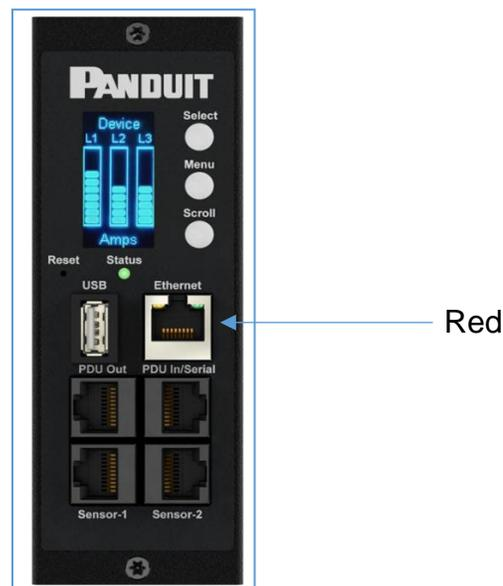

Figura 1: Puerto Ethernet para Conexión de Red
1. Conecte un cable Ethernet al puerto Ethernet de la PDU (vea Figura 1).